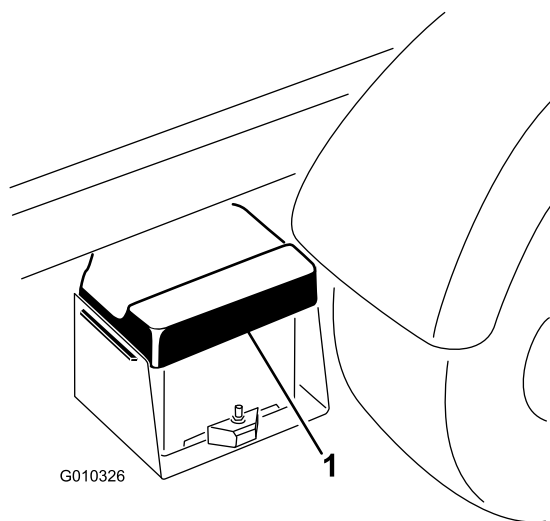

Figura 47
1. Stringete il coperchio della batteria per liberare le linguette dalla cassetta della batteria. Staccate il coperchio dalla cassetta della batteria (Figura 47).